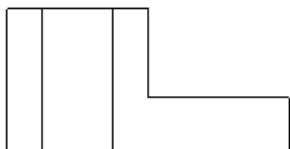
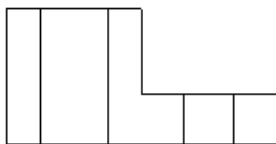

图 4.9.23 平移复制直线 1
图 4.9.24 平移复制直线 5
- ③ 选择 **Horiz (水平)** 命令，系统提示 **输入值[退出]**，在其后文本框中输入平移值 30，单击 ☒ 按钮。
- ④ 在系统 **输入复制数[退出]** 的提示下，输入数量 1，单击 ☒ 按钮，完成后图形如图 4.9.23 所示。
(3) 平移复制 3。
- ① 在功能选项卡区域的 **草绘** 选项卡中选择 **编辑** ▾ ➡ **平移并复制** 命令。
- ② 选中直线 5 为平移对象，单击中键，系统弹出 **GET VECTOR (得到矢量)** 菜单。
- ③ 选择 **Horiz (水平)** 命令，系统提示 **输入值[退出]**，在其后文本框中输入平移值-12.5，单击 **✓** 按钮。
- ④ 在系统 **输入复制数[退出]** 的提示下，输入数量 1，单击 **✓** 按钮。如图 4.9.24 所示。
- (4) 平移复制 4。
- ③ 选择 **Horiz (水平)** 命令，系统提示 **输入值[退出]**，在其后文本框中输入平移值-27.5，单击 **✓** 按钮。
- ④ 在系统 **输入复制数[退出]** 的提示下，输入数量 1，单击 **✓** 按钮，完成后图形如图 4.9.24 所示。